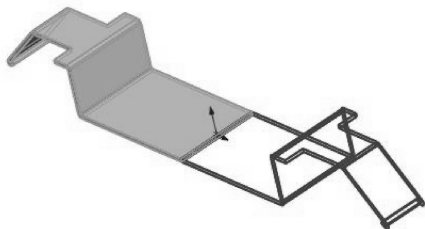

图 6-53 镜像钣金
- 08 镜像实体。单击【特征】选项卡中的【线性阵列】下拉菜单中的【镜像】命令按钮，弹出【镜像】属性面板。选择钣金实体右侧端面作为镜像平面，选择钣金实体，在【选项】选项区中勾选【合并实体】复选框，完成整个钣金实体的镜像，如图 6-53 所示。